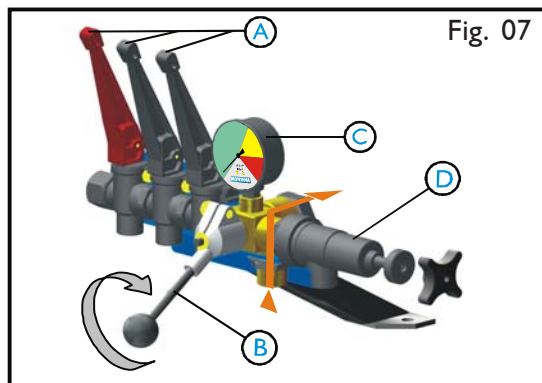

Fig. 07
4.2.3 (B) Alimentación De Los Picos Cerrada (fig. 07).
- Cerrar simplemente el registro (B) girándolo en el sentido de las agujas del reloj. (Fig. 07)
- Los obturadores (A), el manómetro (C) y el regulador (D), quedan aislados del circuito de pulverización. (Fig. 07)